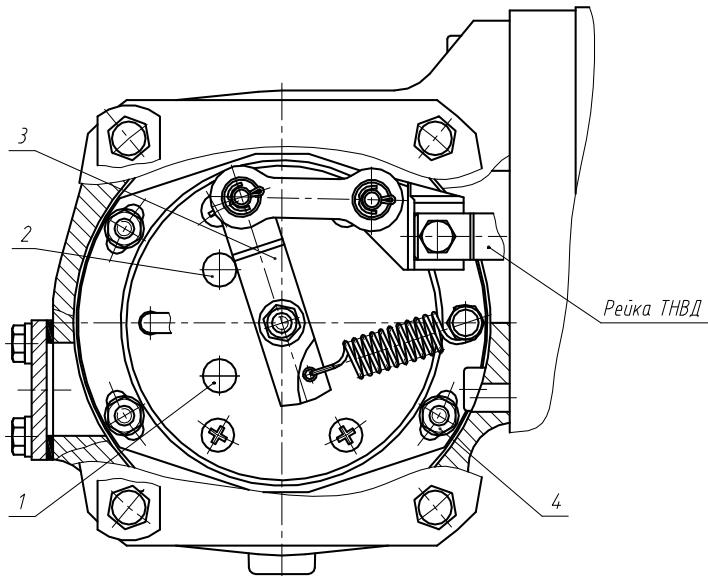
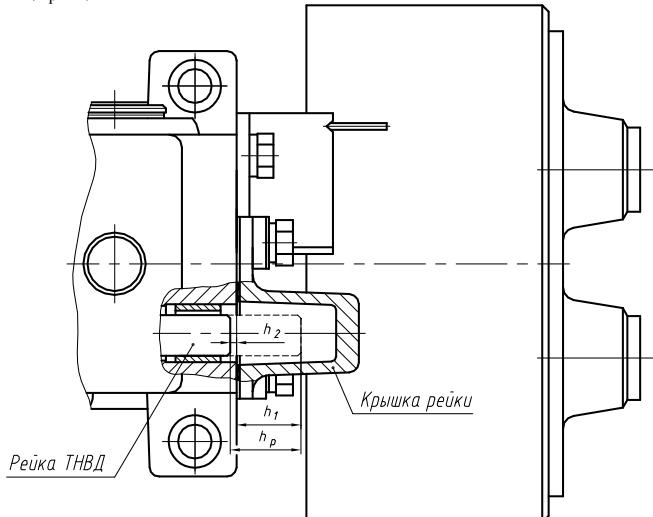

Рис. 31. Схема исполнительного механизма ТНВД
Рис. 33. Схема установки координаты рейки
1 На минимальном упоре ЭИМ (напряжение 4,35...4,60 В) - положение, при котором кривошип 3 (рис. 31) под действием возвратной пружины прижат к упору 2, допускается эксплуатация при величине напряжения 4,15...4,60 В.
- ослабить затяжку гаек 4 (рис. 31) крепления электромагнита;
- Снять крышку рейки (рис. 33), убедится, что кривошип 3 (рис. 31) под действием возвратной пружины прижат к упору 2 исполнительного механизма (рейка задвинута в корпус ТНВД до упора). Данное положение является началом отсчета координаты рейки ( $h_p=0$ ).
- Измерить с помощью глубиномера расстояние  $h_2$  (рис. 33) от торца корпуса ТНВД до торца рейки.